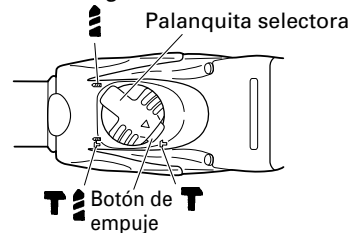

Fig. 13
Presione el botón de empuje y gire la palanquita selectora hacia la marca **T** una vez instalado el compartimiento de la broca para ajustar el martillo perforador en el modo de golpeteo solamente. (Fig. 13)
- (3) Gire la palanca de cambio hasta la marca **T**. (Fig. 13)